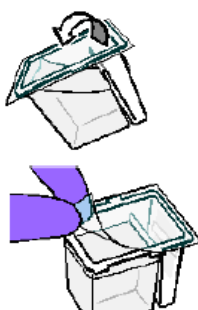
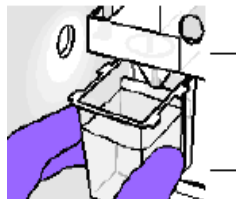

Figura 11. Traspaso del buffer al reservorio de atrás.
Figura 12. Colocación del buffer del ánodo.
**7.3.2** Incline ligeramente el reservorio hacia atrás de manera que todo el buffer pase del compartimento pequeño al más grande (ver figura 11).
**7.3.4** Retire el sello plástico del buffer nuevo (ver figura 11) y coloque el buffer debajo de la bomba, de manera que la etiqueta de radiofrecuencia este en dirección al instrumento (ver figura 12).